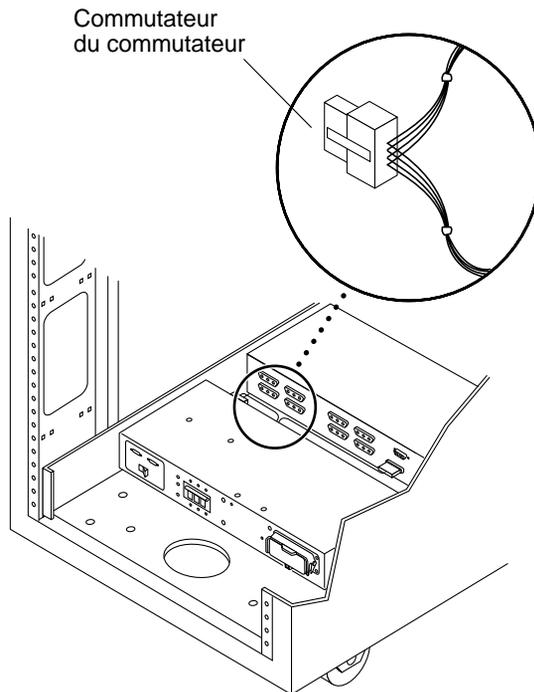

FIGURE 4-9 Emplacement du connecteur du câble du commutateur
1. Débranchez le connecteur de câble du commutateur, du connecteur de câble de l'adaptateur, au dos des séquenceurs d'alimentation (FIGURE 4-9).
3. Branchez le connecteur du câble du commutateur au connecteur du câble de l'adaptateur, au dos du séquenceur d'alimentation (FIGURE 4-9).